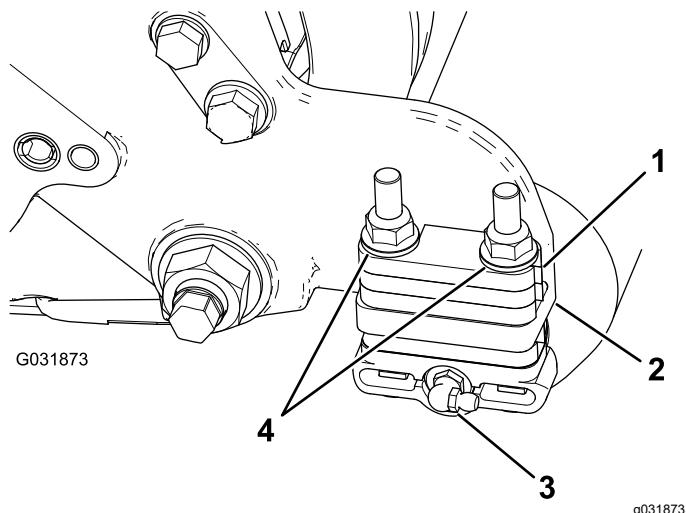

図8
2. グリスフィットティング90度を後ろ向きに取り付ける図8。
3. 各ローラブラケットをサイドプレートに固定している2本のフランジロックナットとワッシャを外す図8。